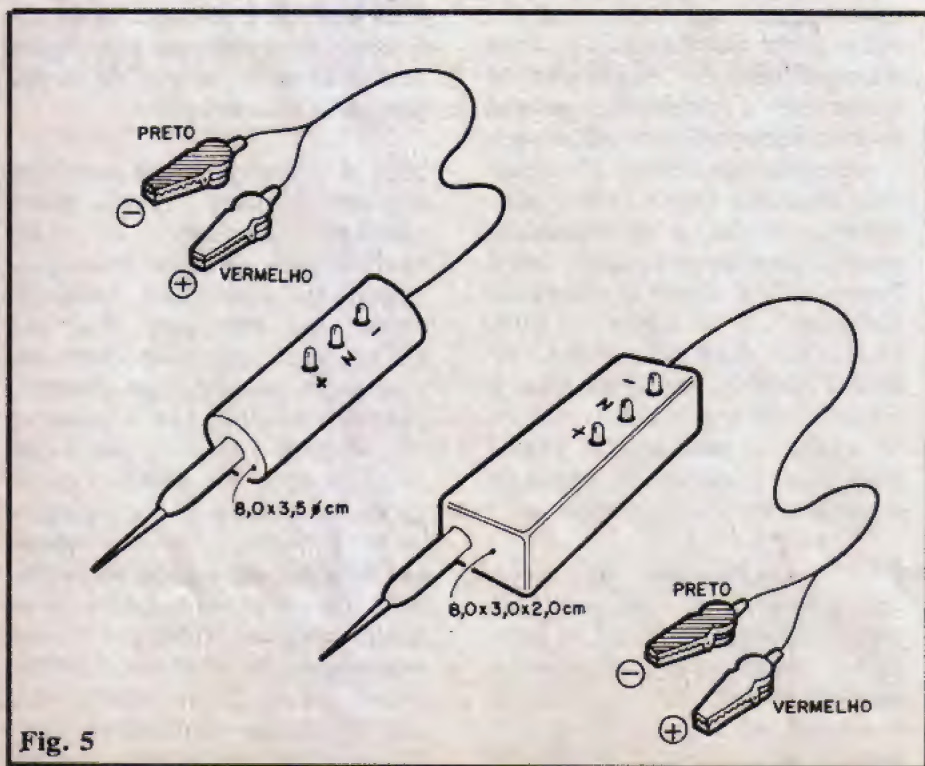

Fig. 5
- **FIG. 5** - Acomodação final do circuito, em duas sugestões práticas... Tanto um **container** tubular medindo desde 8,0 x 3,5 cm, até uma caixinha retangular (desde 8,0 x 3,0 x 2,0 cm.) poderão ser utilizados, resultando um MUTED "elegante" e funcional. Observar, em qualquer das sugestões, o posicionamento "confortável" (para efeito de visualização durante o uso) dos 3 LEDs, bem como a sua marcação (que até pode ser desprezada, já que o "código de cores" é também bastante claro...). Notar ainda que a